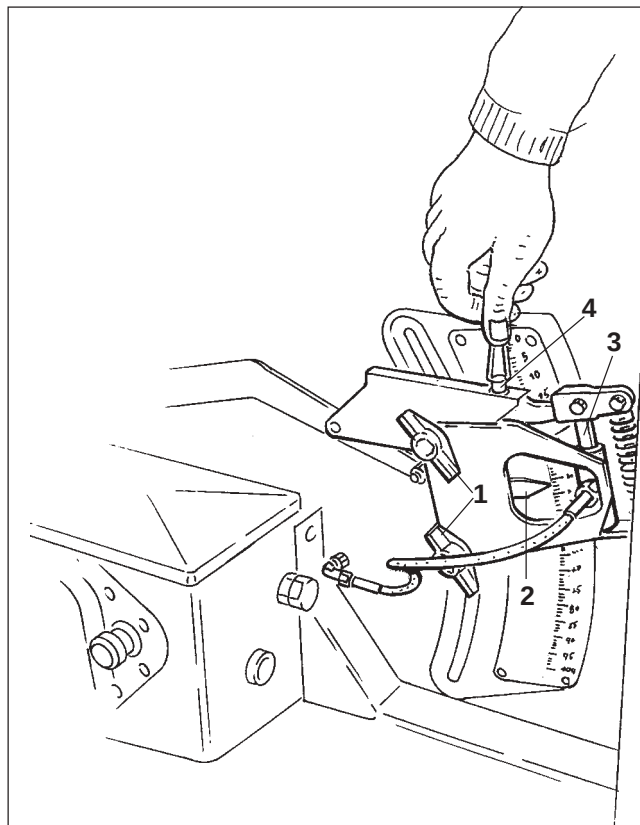
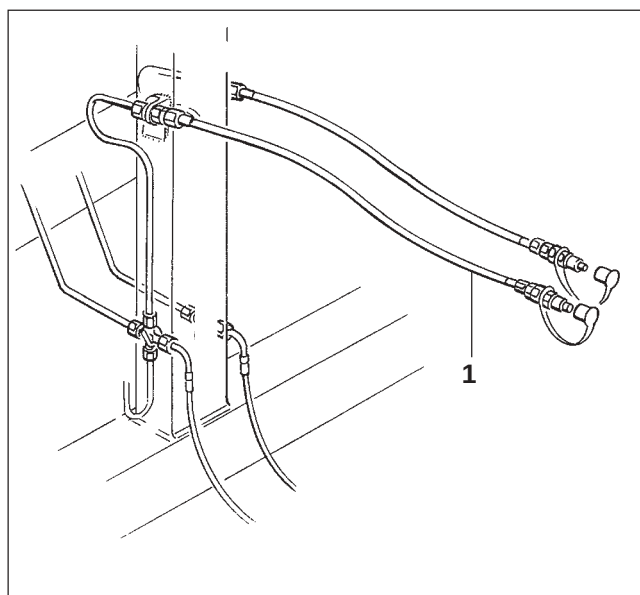

Рис. 15.1
Рис. 15.2
На полях с сильно неменяющимися почвами достигается с помощью гидравлически приводимой в действие установки (Рис. 15.1) на местах с более тяжелой почвой повышенная норма высева семян.
При поставке механизм установки (Рис. 15.1) монтируется на рычаг переключения коробки передач, а гидравлический цилиндр (Рис. 15.1/3) присоединен к "Блоку включения II" (Рис. 15.2/1), которым оснащена Ваша сеялка. Присоедините "Блок включения II" к тягачу к клапану управления.
- Гидравлический цилиндр (Рис. 15.1/3) **не** приводить в действие под давлением.
- Обе грибовые ручки опустить (Рис. 15.1/1)
- Указатель (Рис. 15.1/2) рычага переключения коробки передач передвинуть снизу на значение шкалы согласно таблицы семян.
- Обе грибовые ручки затянуть (Рис. 15.1/1).
- Гидравлический цилиндр (Рис. 15.1/3) привести в действие с помощью управления из кабины тягача при помощи клапана.
- Установочный винт (Рис. 15.1/4) закрутить до тех пор, пока указатель (Рис. 15.1/2) рычага переключения коробки передач не покажет желаемое значение на шкале.